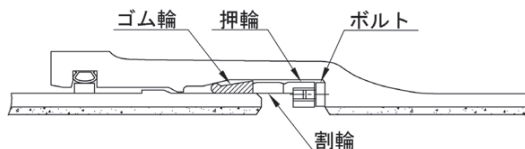

図 29 ゴム輪、割輪、押輪の位置
- (4) ボルトをねじ込んである押輪(4つ割り)をピースⅠ、Ⅱ、Ⅲと下から順次挿入し、ピースⅢが下に落ちないように留め金具で固定する。押輪を挿入した直後では、ゴム輪、割輪、押輪の位置関係は図 29 のようになる。